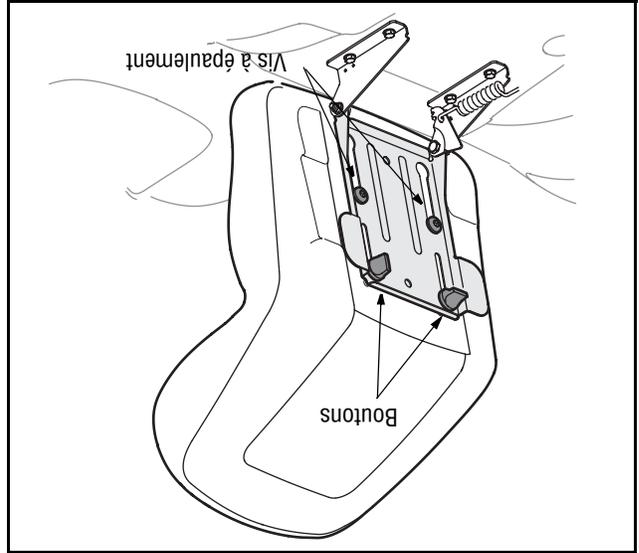

Figure 3
4. Choisissez la position du siège et maintenez-le en place avec les deux boutons retirés plus tôt. Voir la Figure 3.